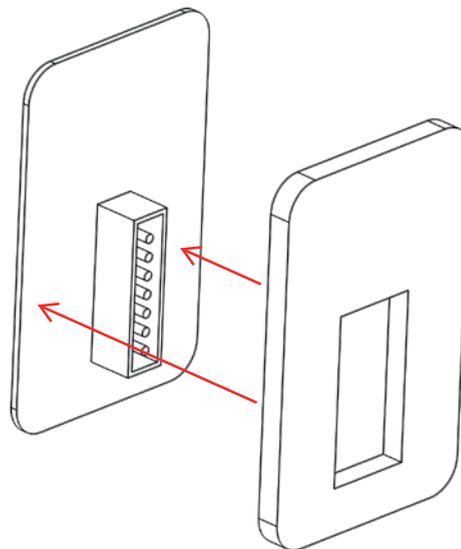

Figura 40: Pressione o lado adesivo da espuma na parte de trás do módulo de controle.
4. Descole o papel de proteção de um lado da espuma de dupla face. Pressione o lado adesivo da espuma na parte de trás do módulo de controle (Figura 40).